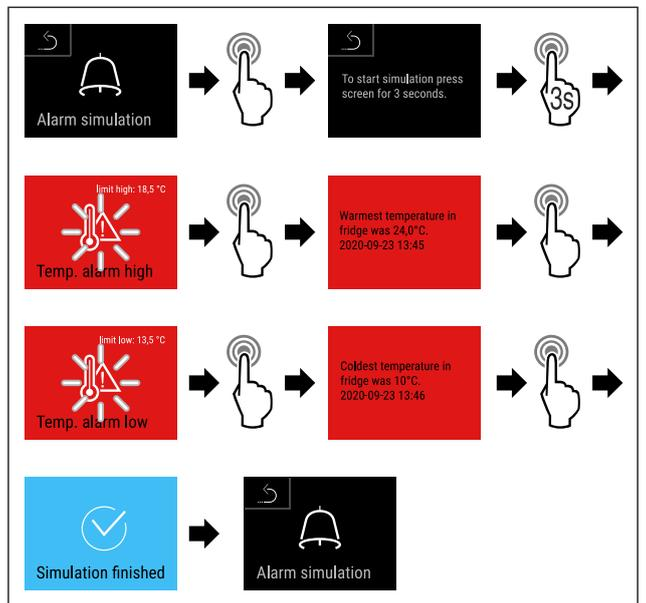

Fig. 155
- ▶ Handlungsschritte (siehe Fig. 155) durchführen.